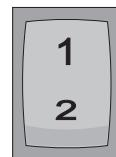

Fig. 2
Per regolare adeguatamente la quantità di carburante ad altitudini più elevate, viene installata una seconda pompa (Fig. 1-4) in parallelo alla pompa normale. Questa ha una portata inferiore. Un commutatore (Fig. 2) all'interno del veicolo può essere utilizzato per passare da una pompa all'altra.
- Portare l'interruttore (Fig. 2) in posizione 1. Il riscaldamento può essere azionato ad altitudini fino a 1500 m.
- Portare l'interruttore (Fig. 2) in posizione 2. Il riscaldamento può essere azionato ad altitudini da 1500 m a 2750 m.